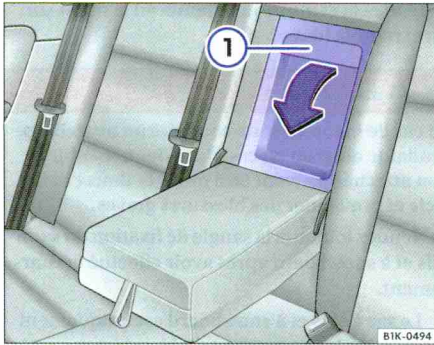

Fig. 86 Dans le dossier de siège arrière : ouverture de la trappe de chargement
- Tirez le levier de déverrouillage ⇒ fig. 86 ① et rabattez entièrement vers l'avant le couvercle de la trappe de chargement.